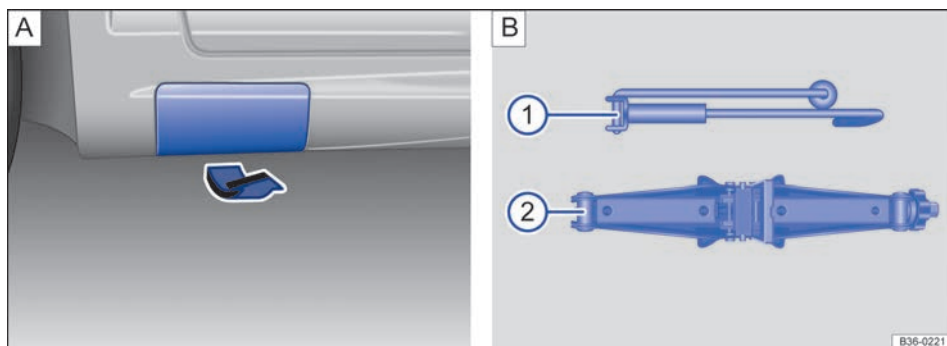

Fig. 322 A En el lado izquierdo del vehículo, en la zona trasera: abrir la tapa. B Piezas del gato de tijera.
El gato únicamente se deberá colocar en los puntos de apoyo que se indican y únicamente con la tapa desmontada → [fig. 322 \[A\]](#). El punto de apoyo válido es el que se encuentra junto a la rueda correspondiente → .
5. Afloje los tornillos de la rueda que haya que cambiar → pág. 426. Enganche la manivela → [fig. 322 \[B\]](#) ① en el gato de tijera → [fig. 322 \[B\]](#) ②.
6. Busque debajo del vehículo el punto de apoyo para el gato → fig. 322 que se encuentre más próximo a la rueda que haya que cambiar.
7. Retire la tapa del larguero inferior → [fig. 322 \[A\]](#). Para ello tire de la tapa con fuerza pero con cuidado, en el sentido de la flecha. La tapa va provista de una cinta de sujeción.